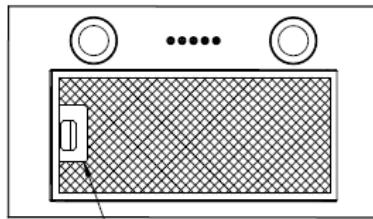

Рис. 3
4. Удалите алюминиевый фильтр. См. рисунок 3.